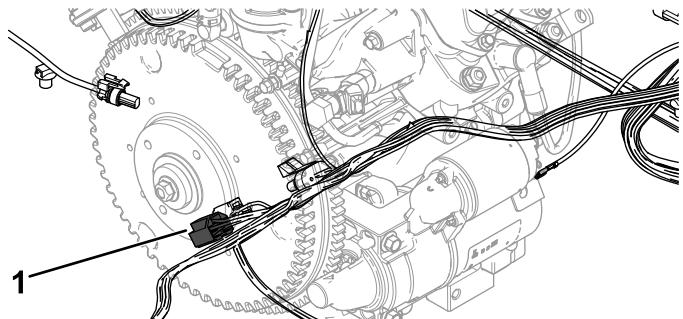

Figura 16
2. Collegate il cablaggio preassemblato dell'alternatore al cablaggio preassemblato del motore (Figura 16).